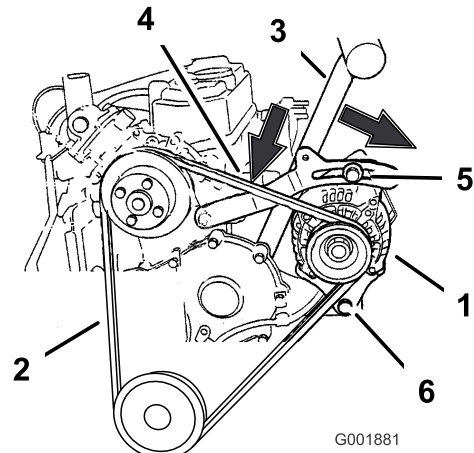

Figura 67
5. Afloje los dos pernos que sujetan el alternador (Figura 67).
6. Retire la correa de las poleas y del alternador (Figura 67).
7. Instale una correa nueva alrededor de las poleas y del alternador (Figura 67).
1. Coloque un mango a modo de palanca entre el alternador y el bloque de cilindros (Figura 67).
2. Ajuste el alternador hacia fuera hasta que quede una desviación de 10 a 13 mm en la correa entre el motor y el alternador (Figura 67).
5. Si la desviación es correcta, apriete el perno superior a 19 Nm y el perno inferior a 61 Nm (Figura 67).